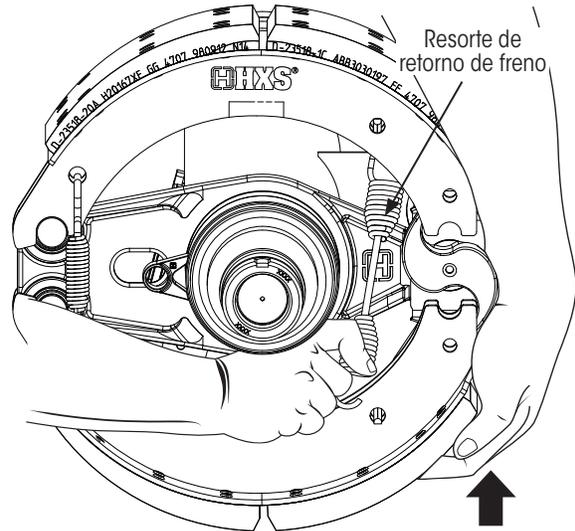

Figura 3: Remoción de resorte de retorno de freno
3. **Remueva** el resorte de retorno **levantando** la zapata de freno inferior hacia arriba y **desenganche** el resorte de retorno de frenos (Figura 3).